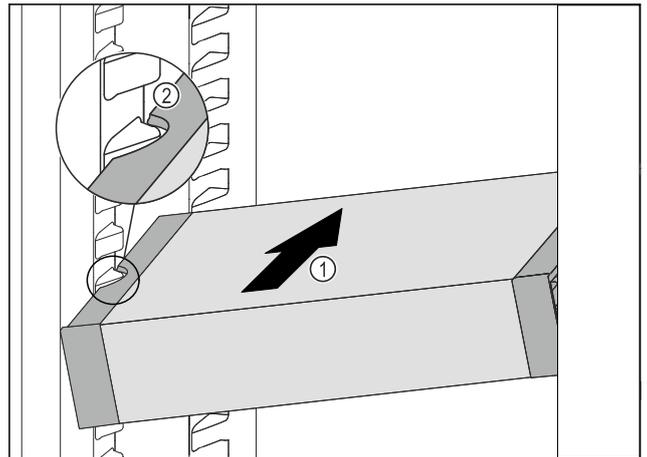

Fig. 79
- ▶ Introduzca el VarioSafe en posición oblicua en el compartimiento del frigorífico Fig. 79 (1) hasta que los huecos laterales Fig. 79 (2) del VarioSafe se encuentren a la altura de la nervadura del recipiente en el compartimento frigorífico.